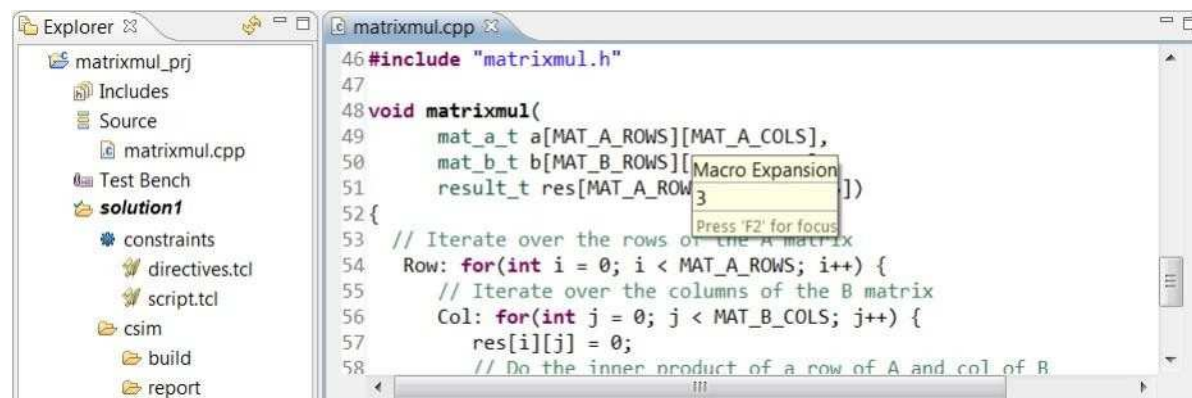

图 7-3: 矩阵乘法器的源代码
5. 展开“资源管理器”窗格中的“源代码”文件夹, 双击 ***matrixmul.cpp*** 以查看源代码(图 7-3)。
向下滚动文件, 可以看到源代码有两个**输入数组 *a* 和 *b***, 以及**输出数组 *res***。将鼠标放在宏上(如图 7-3 所示), 可以看到每个都是 3*3, 总共有 9 个元素。